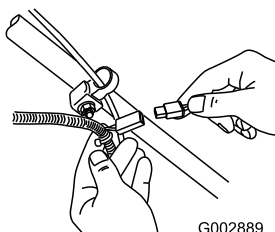

Figura 28
- Ligue o carregador à cablagem sob a chave da ignição (Figura 28).